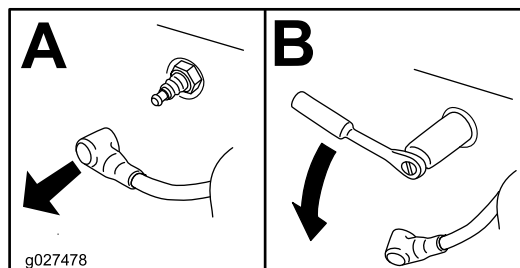

Figura 44
- Retire a vela de ignição (Figura 44).